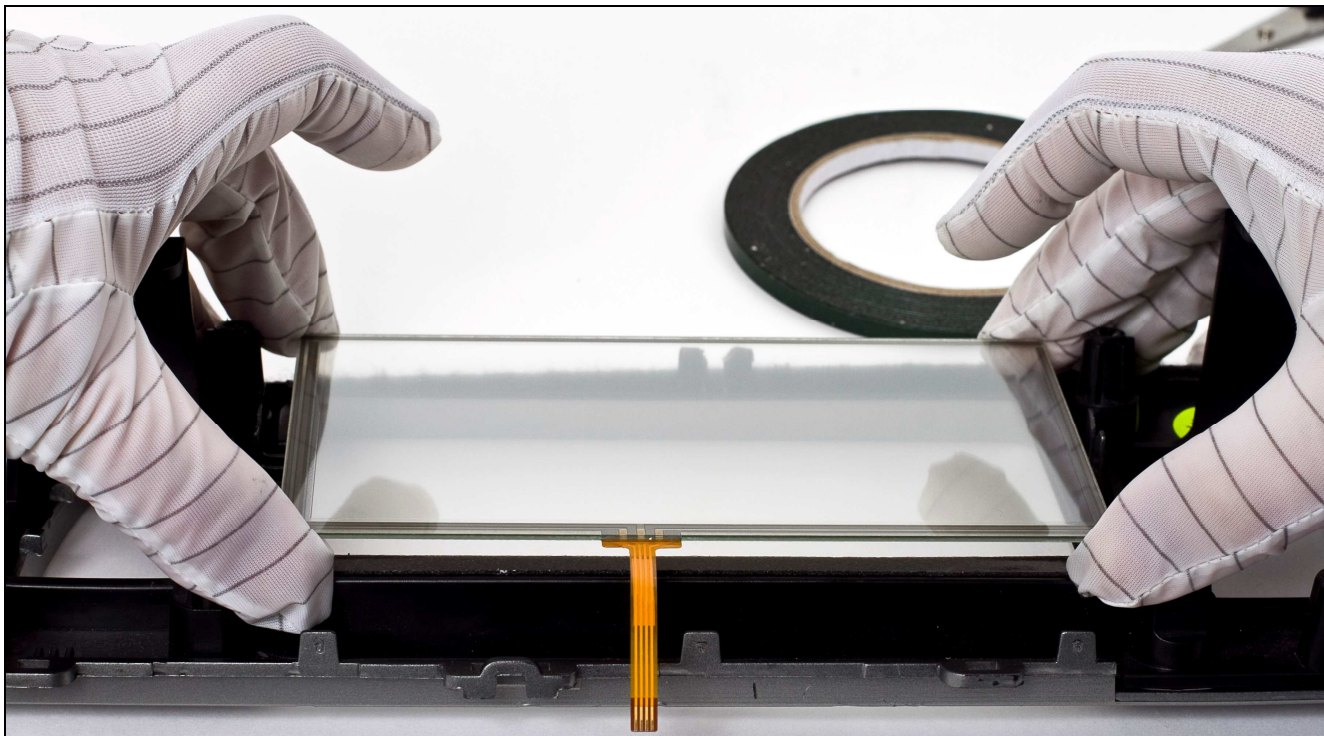

Рисунок 12
7. Снимаем защитную пленку с тач стекла (делаем все аккуратно, не оставляя пальчики на поверхность стекла, которая будет находиться со стороны дисплея) и монтируем тач стекло на клейкую ленту (рис. 12, 13). Тач стекло можно устанавливать в любом положении, то есть шлейфом вверх или в низ (в некоторых тач стеклах шлейф может находиться не в низу, а с боку), при калибровке все станет на свои места.